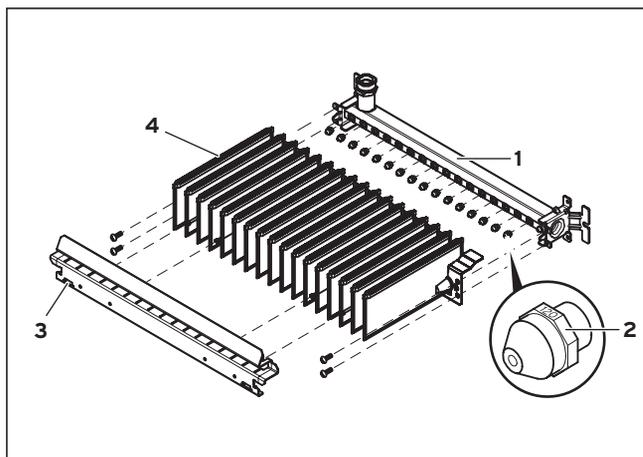

Abb. 6.3 Düsenkennzeichnung
- Prüfen Sie, ob die korrekten Düsen eingesetzt sind, siehe Abb. 6.3 Düsenkennzeichnung. Vergleichen Sie dazu die Kennzeichnung auf den montierten Düsen mit den Angaben in der Tabelle im Abschnitt 10 Technische Daten. Dazu müssen Sie ggf. den Brenner ausbauen, siehe Abschnitt 7.5 Brenner reinigen.